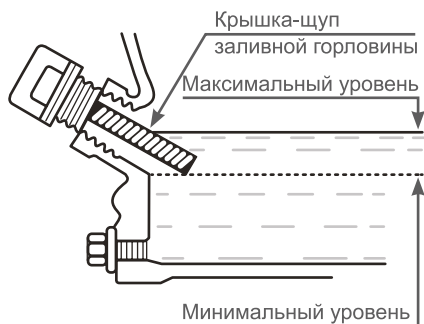

Рис.11 Уровень масла в картере
4. Установите на место крышку/щуп, не закручивая его. Снова извлеките щуп, уровень масла должен соответствовать верхней отметке на щупе Рис.11, что соответствует нижнему краю маслозаливной горловины.